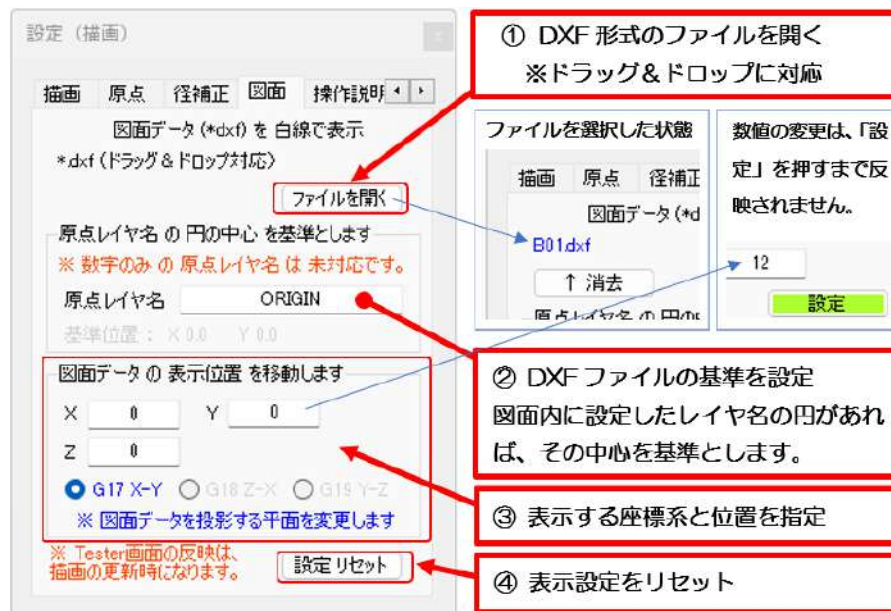
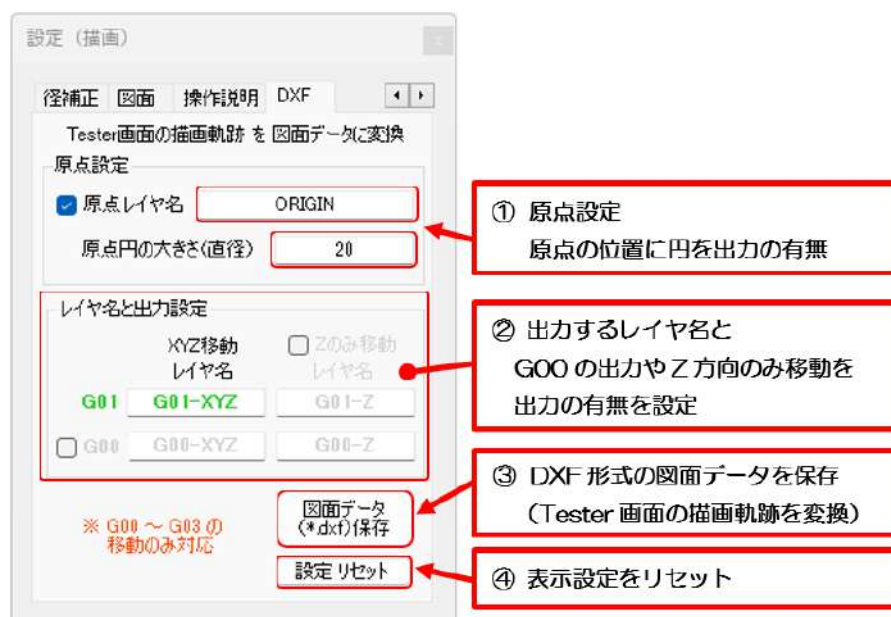

図 1-8 Tester の設定 - 図面
図 1-9 Tester の設定 - DXF
図 1-9 に Tester の設定 - DXF (Tester 画面のショートカットメニュー: DXF ファイルの作成) を示します。(Tester 画面の工具軌跡を DXF データとして保存するための機能です。) ①原点設定の有無をして、②出力するレイヤ名を設定します。③保存先を選択します。図 1-8 に示した Tester の設定 - 図面 で読み込むことができます。(一般的な CAD ソフトで開くことも可能かと思います。)